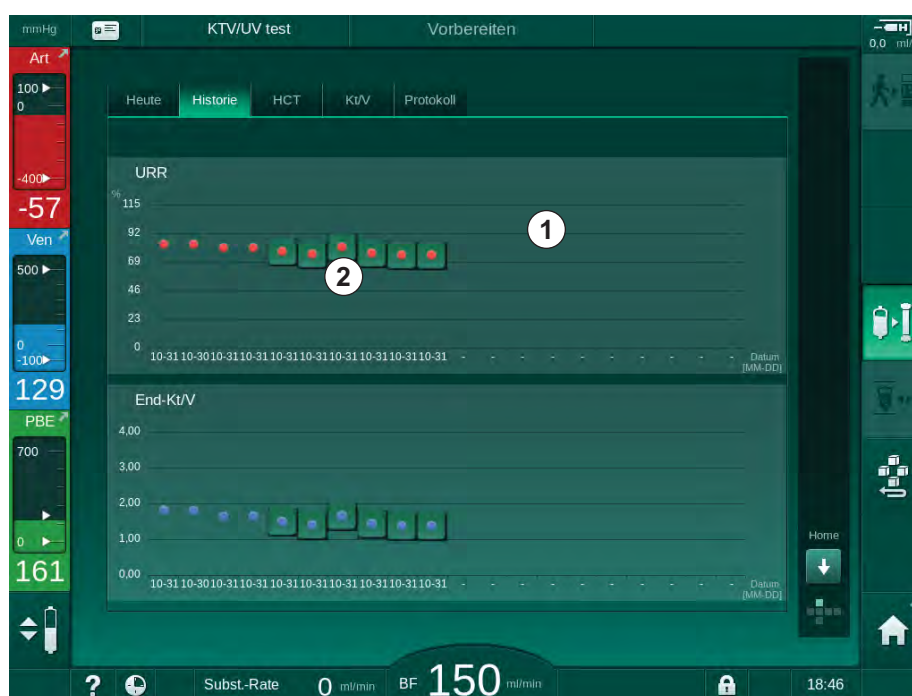

Abb. 11-12 Historie der Parameter auf dem *Info*-Bildschirm
Für die letzten 6 durchgeführten Therapien sind ausführlichere Informationen verfügbar. Nach Berühren der entsprechenden Markierung des Parameters (Abb. 11-12, ②) für ein bestimmtes Datum wird ein Trend dieses Parameters für diese spezielle Therapie angezeigt (Abb. 11-13). Die Auflösung beträgt 5 Minuten. Die Trendansicht wird durch Berühren von *Zurück* ① geschlossen.